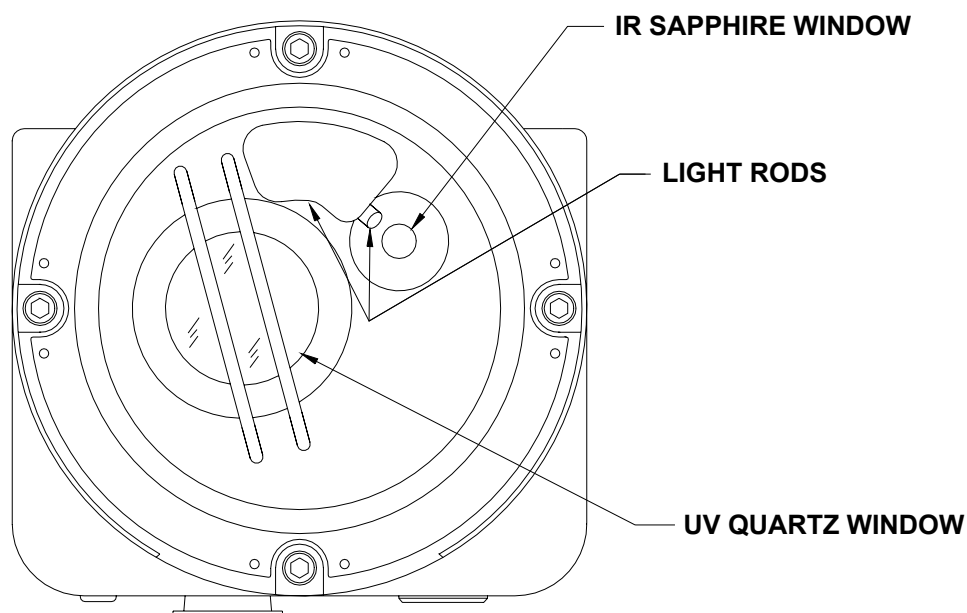

Рис. 20 УФ- и ИК-окна
4. Повторите действия 1, 2 и 3 для световодов (рис. 20). Следить за тем, чтобы очищать только те участки светочувствительных элементов, на которые не нанесено покрытие (не алюминиевые).